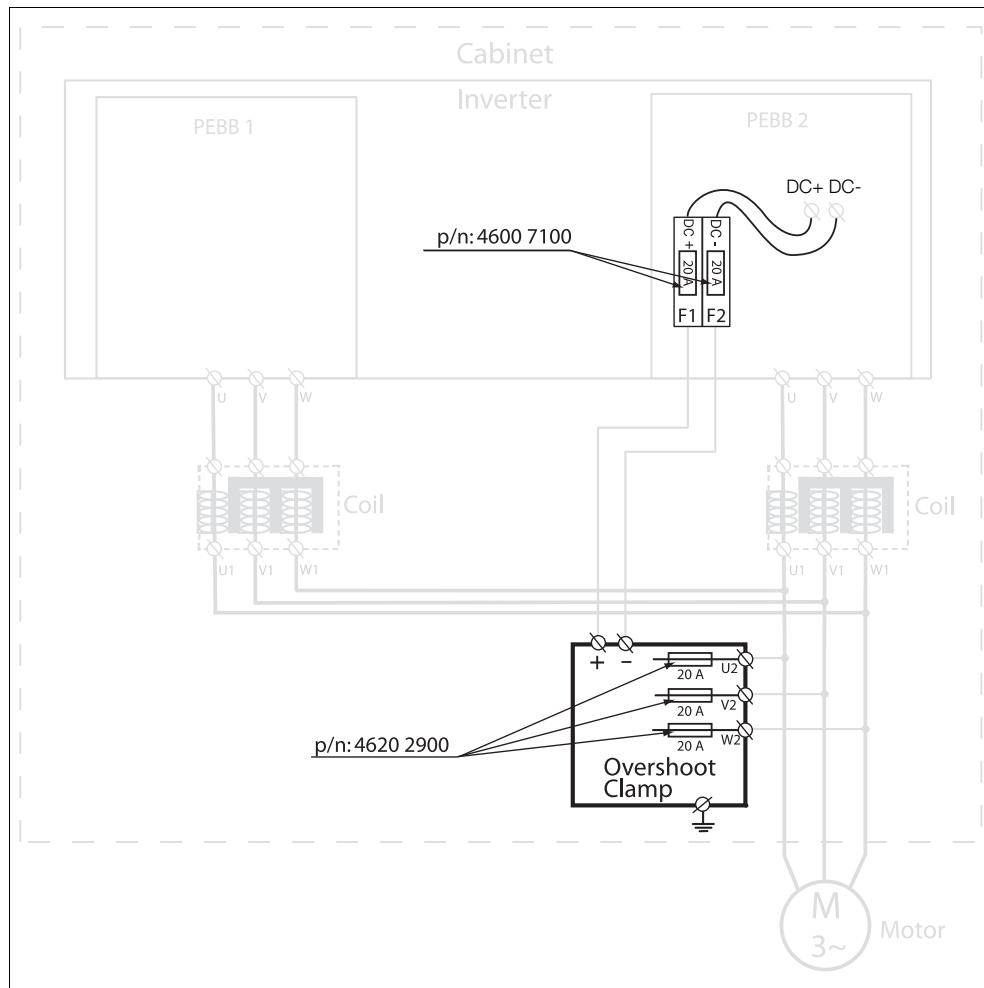

Fig. 3 Cable connection (principal drawing) with part number for spare fuses.
- Connect cables between the DC fuse holder and the DC+/DC- terminals see Fig. 3 on page 4. We advise using flame-retarding cables, min. 4 mm² with braided sleeving.
- Connect cables between F1 and F2 terminals on the fuse holder to + and - terminals on the Overshoot clamp unit as shown in the diagram in Fig. 3 on page 4. We advise using flame-retarding cables, min. 4 mm² with braided sleeving.
- Connect the overshoot clamp to the motor cables as shown in the diagram in Fig. 3 on page 4, (Example with 2 PEBBs). The degree of protection is IP20. We advise using flame-retarding cables, min. 4 mm² with braided sleeving.
Part numbers for replacement fuses (See also Fig. 3 on page 4):
- Anslut kablarna mellan DC-säkringshållaren och plintarna för DC+/DC-, se Fig. 3 på sidan 4. Vi rekommenderar att flambeständiga kablar, min. 4 mm² med flätat hölje används.
- Anslut kablar mellan F1- och F2-plintarna på säkringshållaren till plintarna för + and - på spänningsbegränsarenheten så som visas i diagrammet i fig. 3 på sidan 4. Vi rekommenderar att flambeständiga kablar, min. 4 mm² med flätat hölje används.
- Anslut spänningsbegränsaren till motorkablarna så som visas i diagrammet i Fig. 3 på sidan 4, (exempel med 2 PEBB:ar). Kapslingsklassen är IP20.
Artikelnummer för utbytessäkringar (se även Fig. 3 på sidan 4):
- Schließen Sie die Kabel zwischen dem DC-Sicherungsträger und den „DC+/DC-“-Klemmen an, siehe Fig. 3 auf Seite 4. Die Verwendung flammhemmender Kabel wird empfohlen, min. 4 mm² mit Geflechtschlauch.
- Verbinden Sie die Kabel zwischen den F1- und F2-Klemmen mit dem Sicherungshalter an den Klemmen + und - der Overshoot Clamp-Einheit, wie im Diagramm in Fig. 3 auf Seite 4 abgebildet. Die Verwendung flammhemmender Kabel wird empfohlen, min. 4 mm² mit Geflechtschlauch.
- Verbinden Sie die Overshoot Clamp mit den Motorkabeln, wie im Diagramm in Fig. 3 auf Zeite 4 abgebildet, (Beispiel mit 2 PEBBs). Die Schutzart ist IP20.
Teilenummern für Ersatzsicherungen (siehe auch Fig. 3 auf Zeite 4):